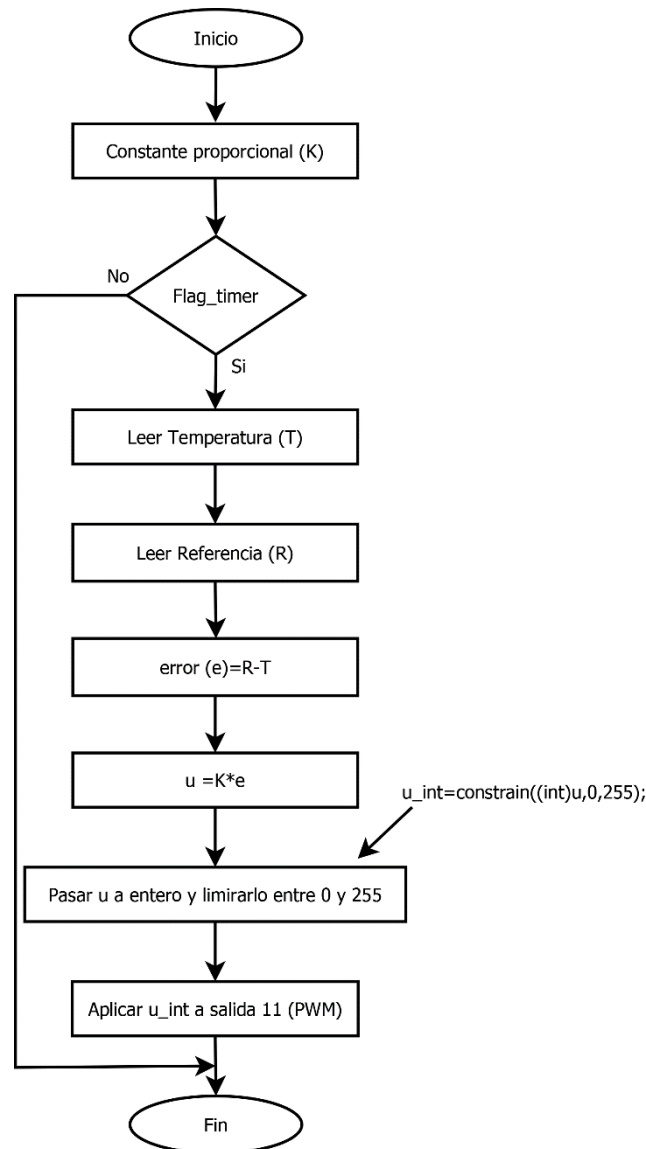

Figura 6.13.- Control proporcional.
28. **Descomentar** el código para un **control proporcional de ganancia K=20** cuyo diagrama de flujo se muestra en la figura 6.13.